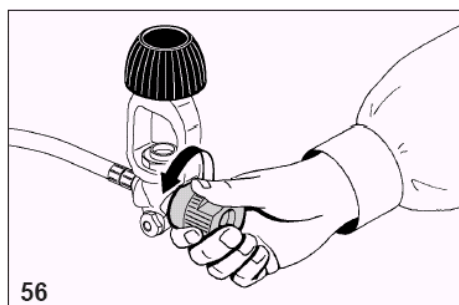

Рис. 8.
1. Открыть вентиль зарядного штуцера (рис. 8).